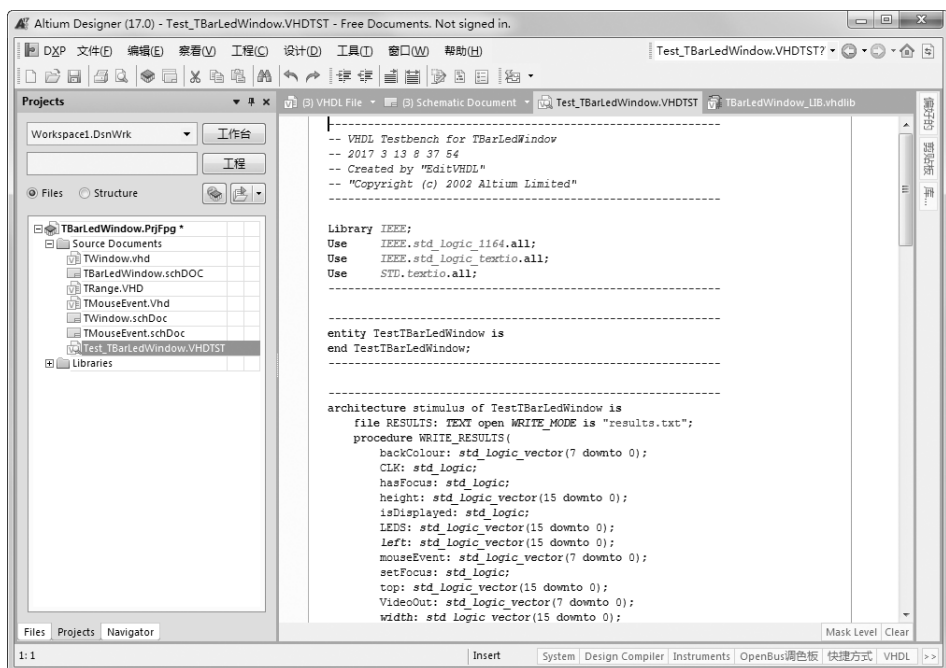

图 14-19 VHDL 测试文件
- (1) 选择菜单栏中的“文件”→“新建”→“Embedded（其他）”→“VHDL Testbench”（VHDL 测试台），默认名为“VHDLTestbench1.VHDTST”。
- (2) 选择菜单栏中的“文件”→“保存”，保存并更名该文件“Test _TBarLedWindow.VHDTST”。
- (3) 在创建测试文件的同时，系统进入 VHDL 文本编辑环境中，在该环境中输入编辑测试程序代码，如图 14-19 所示。